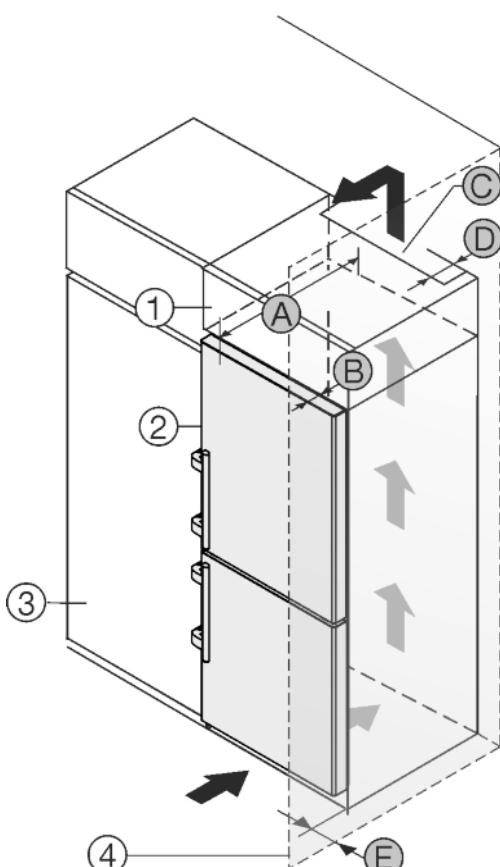

Fig. 42
Пристрій можна комбінувати з кухонними шафами. Для того, щоб пристрій Fig. 42 (2) вирівняти по висоті кухонної секції, на пристрій можна встановити антресольну секцію Fig. 42 (1).
Пристрій можна встановлювати безпосередньо поряд з кухонною шафою Fig. 42 (3). Для повного відкриття дверей пристрій повинен виступати на глибину Fig. 42 (B) відносно передньої панелі кухонної шафи. Залежно від глибини кухонних шаф та використання пристінних розпірок пристрій можна встановити так, щоб він виступав вперед.
- Задня сторона антресольної шафи повинна мати вентиляційний канал глибиною Fig. 42 (D) вздовж всієї ширини шафи.
- Під стелею приміщення слід дотримуватися поперечного перерізу вентиляційного відведення повітря Fig. 42 (C).
Якщо пристрій з шарнірами встановлюється поряд зі стінкою Fig. 42 (4), то між пристроям та стінкою слід додержуватися відстані Fig. 42 (E). Це відповідає виступу ручки при відкритих дверцятах.